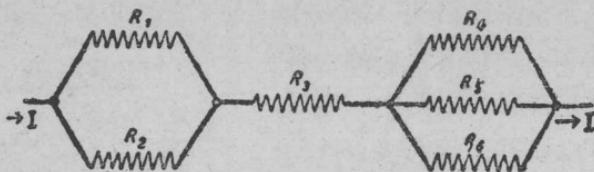

图12 电阻的复联
3.如图12的复联电路，设 $R_1=2$ 欧姆， $R_2=4$ 欧姆， $R_3=15$ 欧姆， $R_4=3$ 欧姆， $R_5=6$ 欧姆， $R_6=9$ 欧姆，求此电路的总电阻。